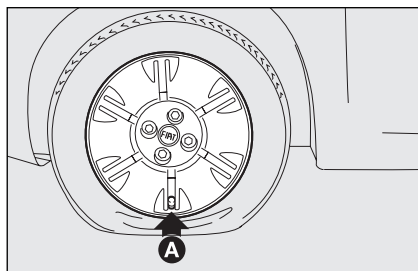

fig. 13
- posizionare la ruota per l'intervento con la valvola **A**-fig. 13 rivolta come illustrato in figura dopodiché azionare il freno a mano;